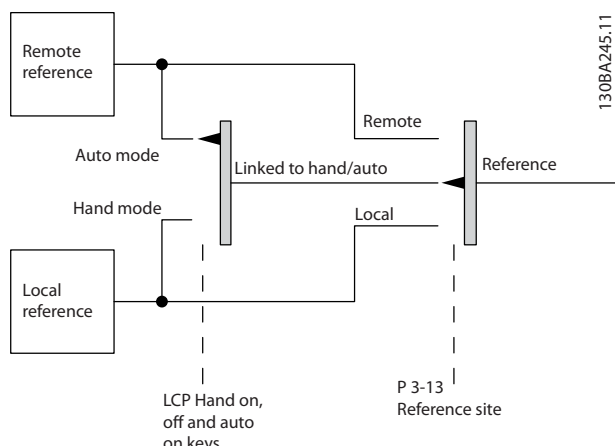

图 2.10 有效参考值
- 图 2.10 说明了有效参考值选择（本地或远程）产生的配置模式。